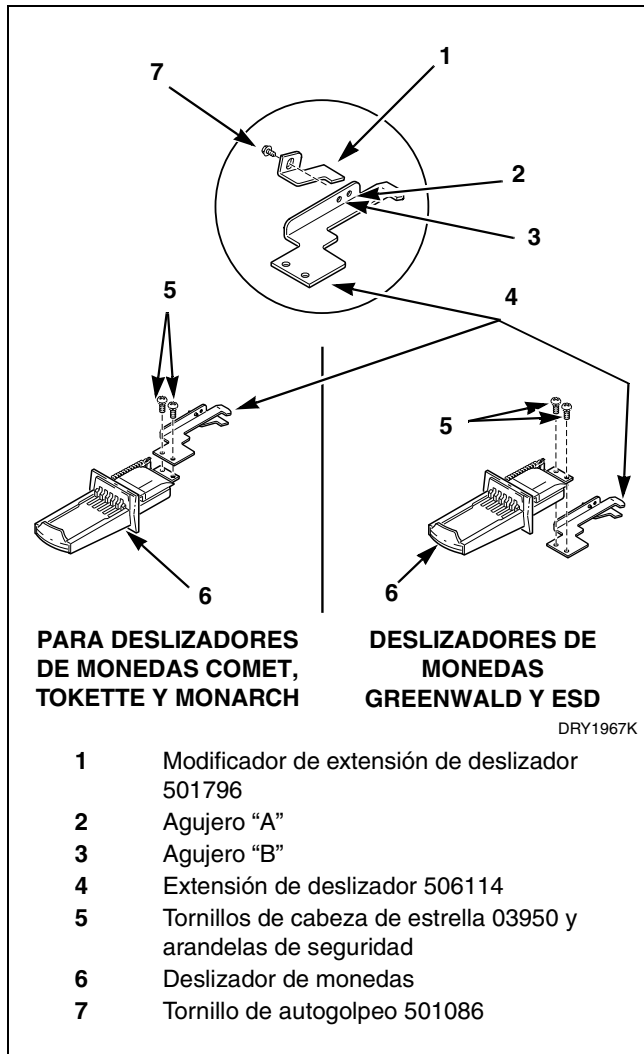

Figura 4
Monte la extensión del deslizador, No. 506114, en la parte superior del deslizador de monedas con los dos tornillos cabeza de estrella y las arandelas de bloqueo, No. 511419, y apriételos firmemente. Consulte la *Figura 4*.
Monte la extensión del deslizador, No. 506114, en la parte inferior del deslizador de monedas con los dos tornillos cabeza de estrella y arandelas de bloqueo, No. 511419, y apriételos firmemente. Consulte la *Figura 4*.
- **Deslizador de monedas ESD** – Monte el modificador de extensión de deslizador, No. 501796, en la parte inferior de la extensión del deslizador, No. 506114. Alinee el agujero del modificador en el modificador de extensión de deslizador con el agujero “A” de la extensión del deslizador e instale el tornillo de autogolpeo, No. 501086, y apriételo firmemente. Consulte la *Figura 4*.
- **Deslizador GREENWALD Comet, deslizador GREENWALD Tokette o deslizador de monedas MONARCH** – Monte el modificador de extensión de deslizador, No. 501796, en la parte inferior de la extensión del deslizador, No. 506114. Alinee el agujero del modificador en el modificador de extensión de deslizador con el agujero “B” de la extensión del deslizador e instale el tornillo de autogolpeo, No. 501086, y apriételo firmemente. Consulte la *Figura 4*.